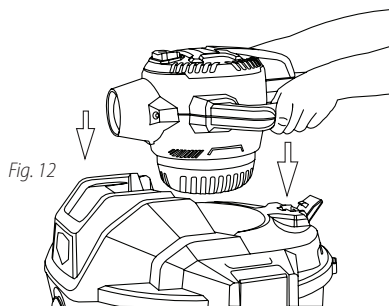
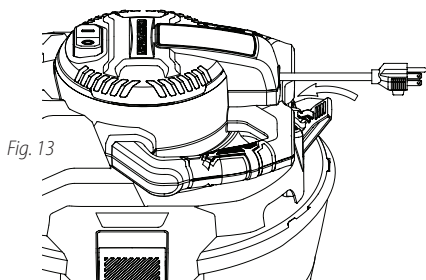

Fig. 12
Fig. 13
31. Vuelva a acoplar el soplador 3 para la operación en húmedo/seco colocándolo nuevamente dentro de su receptáculo sobre la cubierta del depósito **Fig. 12.** Tire del pestillo del soplador 3 para trabar el soplador en su receptáculo **Fig. 13.**